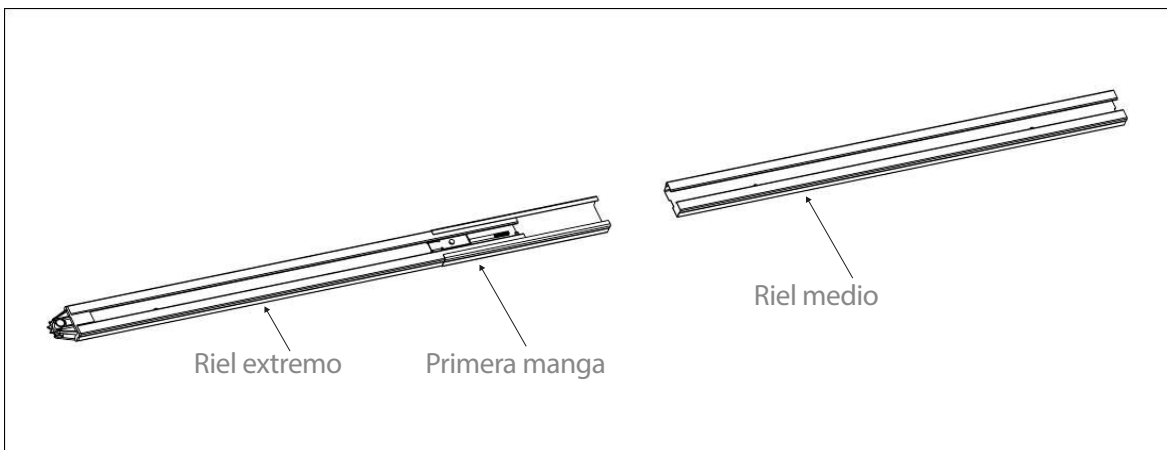

Figura 7
- 1) Como Figura 7, deslice el Riel extremo en la primera manga, deslice el riel medio en la primera manga;